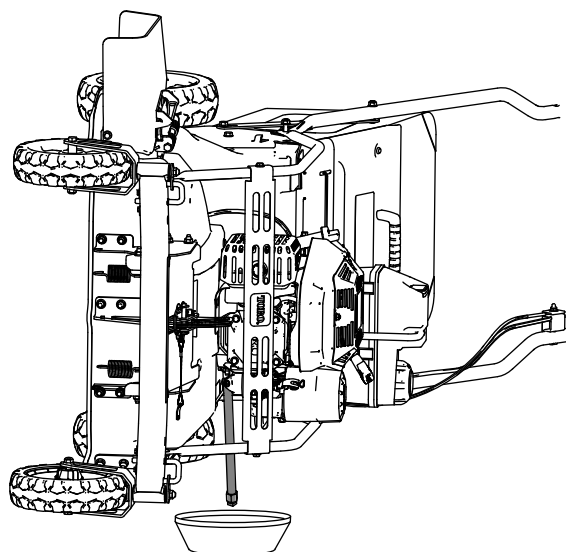

Figure 25
4. Basculez la machine sur le côté de sorte que le tube de vidange d'huile soit en bas pour permettre de vidanger l'huile usagée (Figure 25).